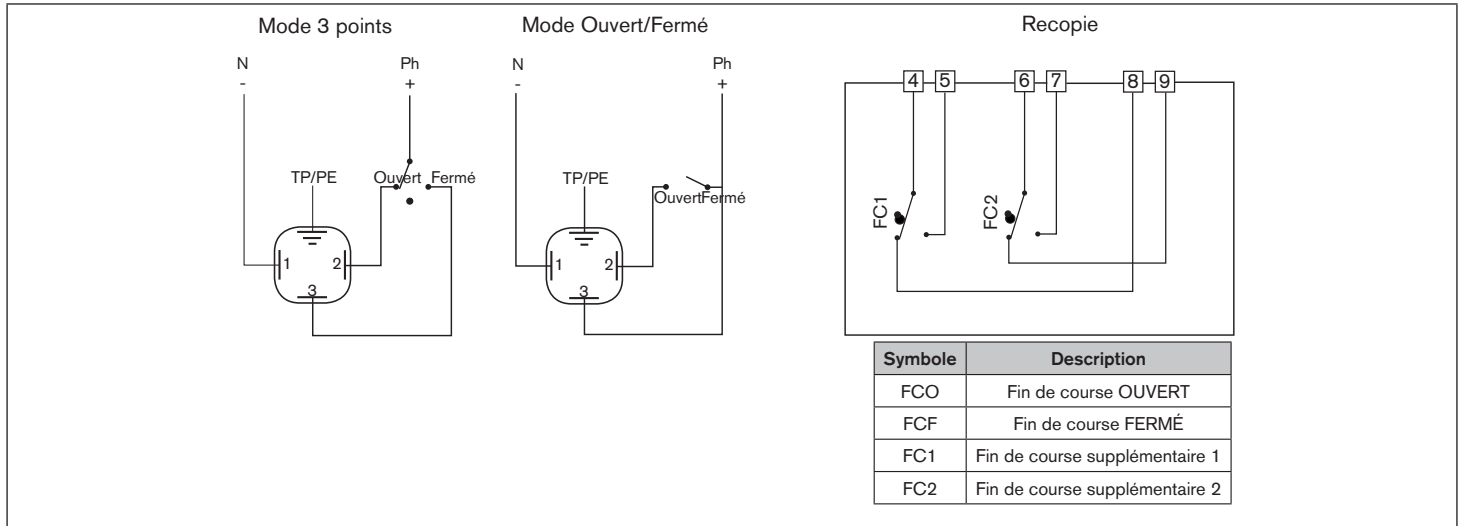
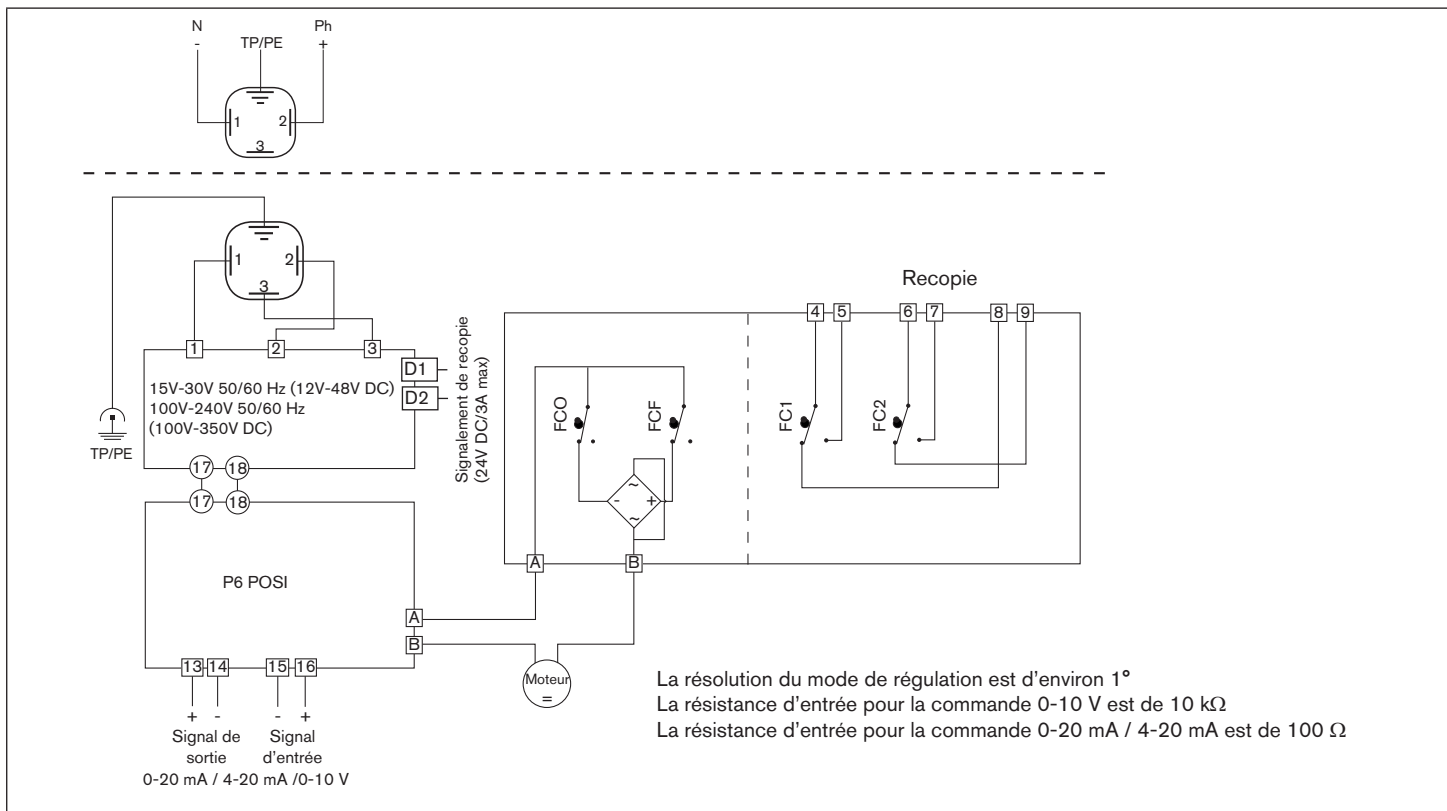

Fig. 2 : Version ouverture/fermeture
Fig. 3 : Version avec entrée de signal analogique
- Raccordez les fins de course (FC1 et FC2) suivant le schéma de câblage (voir « Fig. 2 » et « Fig. 3 »).